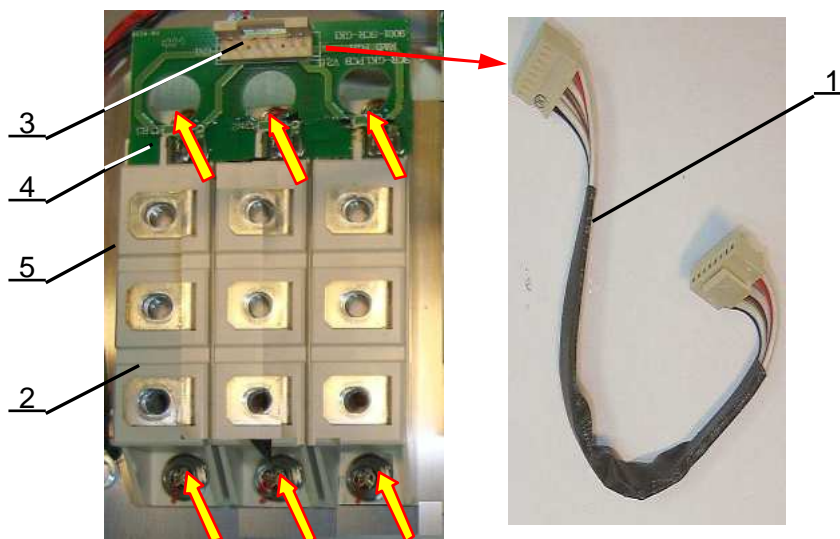

Рис. 6.20
6.13.2. Выпаять плату управления модулями 4 (рис. 6.20). Положить плату в тару.
6.13.3. Выкрутить винты (желтые стрелки рис. 6.20) крепления диодно-тиристорных модулей 2 к радиатору 5. Снять модули, положить модули и винты в тару.